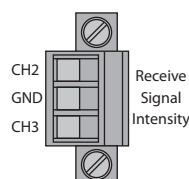

Abb. 4: Analoge Spannungsausgänge – Anschlussbelegung 3polige Schraub-Klemmleiste
- ▶ Der Anschluss dieser Spannungsausgänge erfolgt über eine 3polige Schraub-Klemmleiste auf der Repeatervorderseite (siehe Abb. 4).